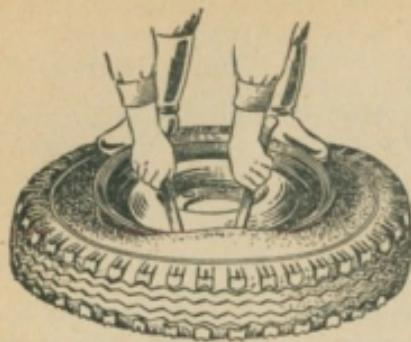

Рис. 85. Демонтаж наружного борта шины
2. Заправить часть борта шины со стороны, противоположной вентилю, в среднюю глубокую часть обода, а затем монтажными лопатками перекинуть борт шины через обод, начав операцию у вентиля (см. рис. 85).